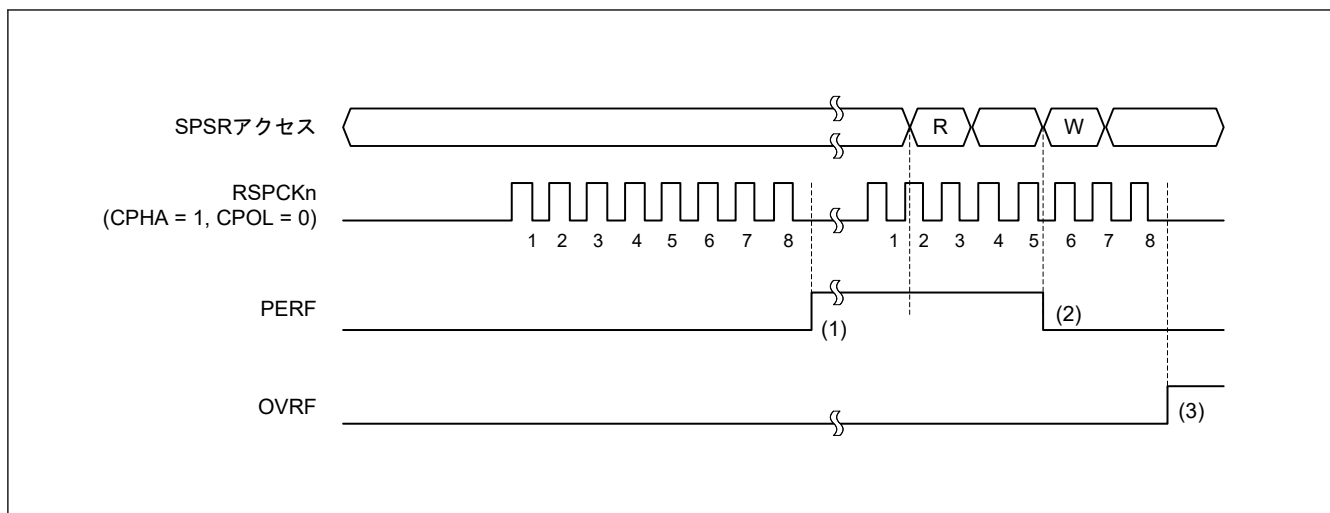

図 26.30 OVRF フラグおよび PERF フラグの動作例
図 26.30 に、OVRF フラグと PERF フラグの動作例を示します。図 26.30 に記載の SPSR アクセスは、SPSR レジスタへのアクセス状況を示しています。W は書き込みサイクル、R は読み出しサイクルを示しています。この例では、SPCR.TXMD ビットが 0、SPCR2.SPPE ビットが 1 の状態で全二重同期式シリアル通信を行います。SPCMD0.CPHA ビットが 1、SPCMD0.CPOL ビットが 0 の設定で、SPI が 8 ビットのシリアル転送を実行しています。RSPCKn 波形の下に記載した数字は、RSPCK サイクル数 (= 転送ビット数) を示しています。
以下に、図 26.30 の (1)～(3) に示したタイミングでのフラグの動作内容を説明します。